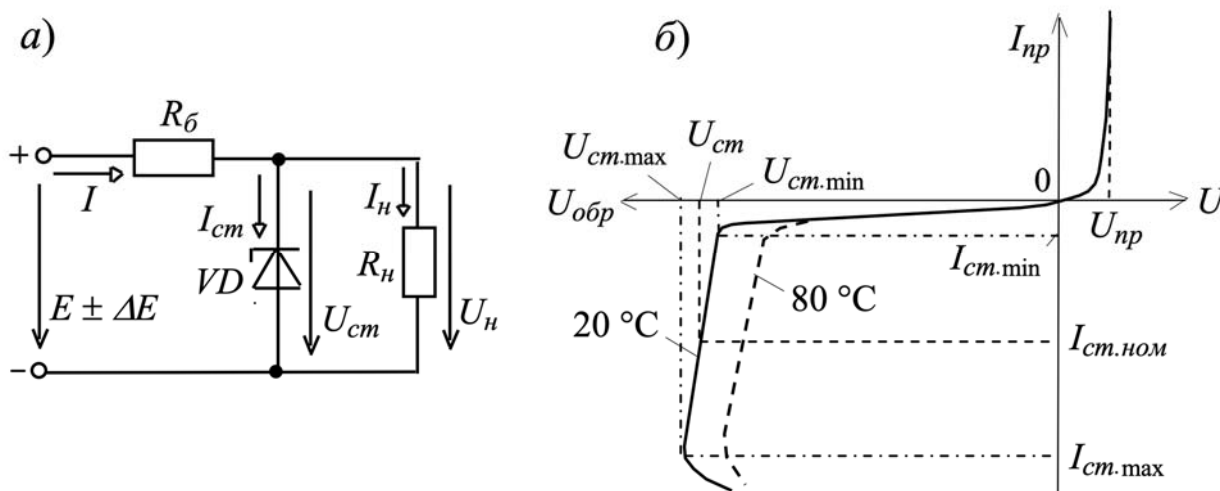

Рисунок 7.2 – Параметрический стабилизатор (а) и статическая вольт-амперная характеристика (б) стабилитрона
Стабилитрон – это сильно легированный кремниевый диод, на котором напряжение сохраняется с определенной точностью при изменении протекающего через него тока в заданном диапазоне. Стабилитроны в основном используют в параметрических стабилизаторах напряжения (рисунок 7.2, а), в которых максимальное напряжение на нагрузке U_n ограничено некоторой заданной величиной.
Рабочим участком ВАХ стабилитрона VD является участок обратной ее ветви, соответствующий области обратного электрического пробоя $p-n$ -перехода (рисунок 7.2, б) и ограниченный минимальным $I_{см.мин}$ и максимальным $I_{см.маx}$ значениями тока.
изменяется в основном напряжение $\pm U_{б} = R_{б}I$ на балластном резисторе, где входной ток $I = I_{см} + I_{н}$ (см. рисунок 7.2, а).
7.2.5 На основании заданного преподавателем типа стабилитрона, параметров источника входного напряжения (E_{min} , E_{max}), параметров нагрузки (U_n , R_n) необходимо рассчитать сопротивление балластного резистора R_b (см. рисунок 7.2). Заполнить таблицу 7.2.